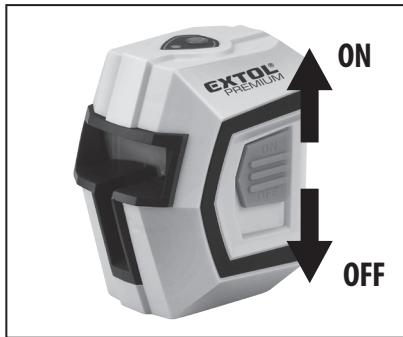

Abb.2
4. Um das Gerät auszuschalten, stellen Sie den Betriebsschalter in die Position „OFF“, siehe Abb.2.